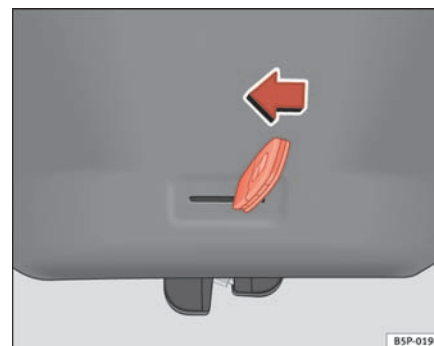

Fig. 47 Bagklap: nødoplåsning
- Sæt nøglen ind i slidsen, og lås låsesystemet op ved at trække nøglen fra højre mod venstre i pilens retning ⇒ fig. 47. ■